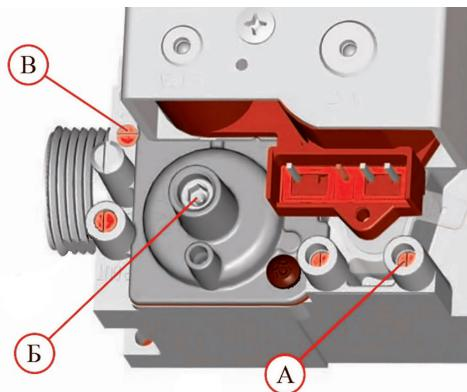

Рис. 14. Автоматика безопасности Sit 848 Sigma
Если значения CO₂ отличаются более чем на 0,2% от указанных в таблице 7.1, то необходимо произвести регулировку винтом В (рис. 14) на автоматике безопасности. Поворот по часовой стрелке приводит к уменьшению содержания CO₂, поворот против часовой стрелки – к увеличению.
7.1, то необходимо произвести регулировку винтом Б (рис. 14) на автоматике безопасности.